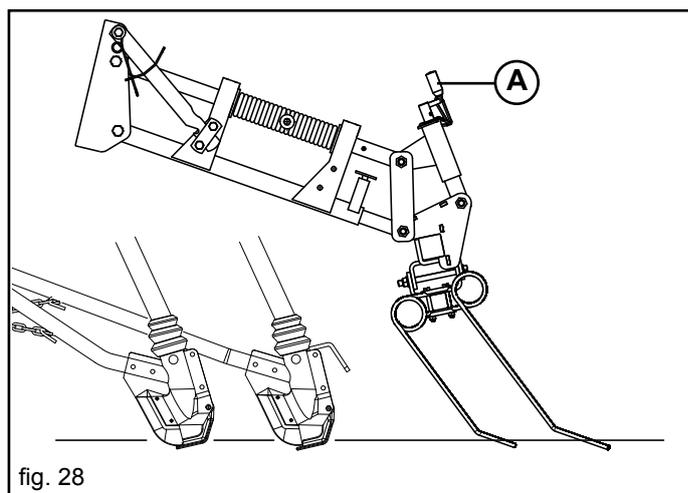

fig. 28
La position de travail normale de la herse est indiquée sur la Figure 28. Dans cette position, l'usure de la dent courte et de la dent longue est identique. Grâce à la poignée de réglage (A), il est possible de modifier l'inclinaison de la herse.